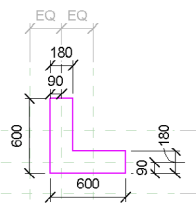

图 5-41 绘制轮廓线
(2) 单击“创建”选项卡“形状”面板“拉伸”按钮, 打开“修改|创建拉伸”选项卡，单击“绘制”面板中的“线”按钮, 绘制如图 5-41 所示的轮廓线。